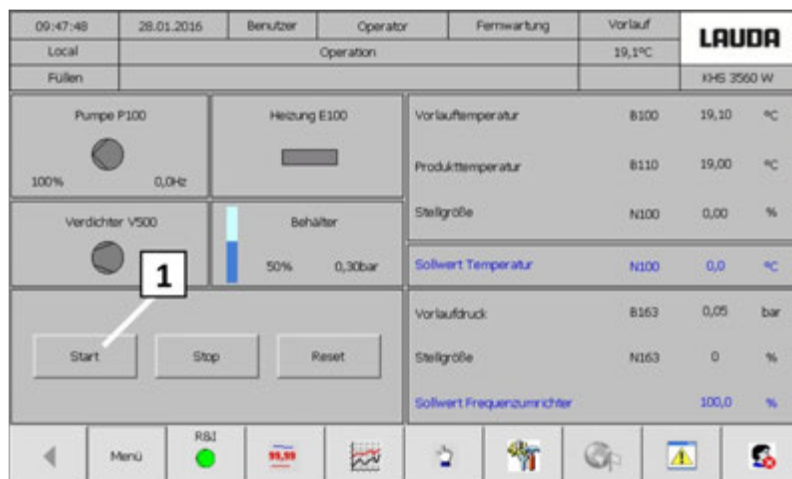

Рис. 36: Экран «Работа»
29. Нажать кнопку «Старт» (Рис. 36 [1]): насос P100 активен, соответствующие заданное значение нагревания или охлаждения активно